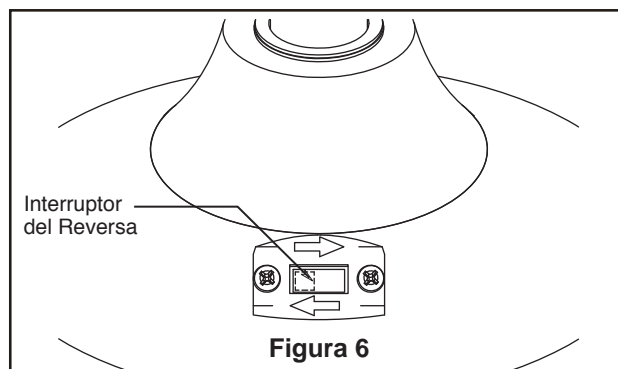

Figura 6
- 6.** Asegure el vidrio en al placa de iluminación girándolo en el sentido de las agujas del reloj y sin apretar demasiado. (Figura 6)
6. Si desea que el flujo de aire se desplace en la dirección opuesta, apague el ventilador y espere a que las aspas se detengan. Luego deslice el conmutador inversor a la posición contraria y vuelva a encender el ventilador. (Figura 6)